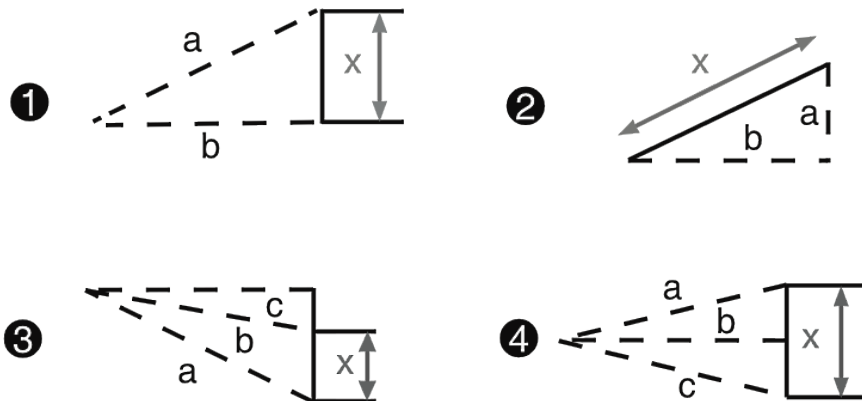

Рисунок 2
4.5 Вимірювання за допомогою теореми Піфагора (дивіться рисунок 2)